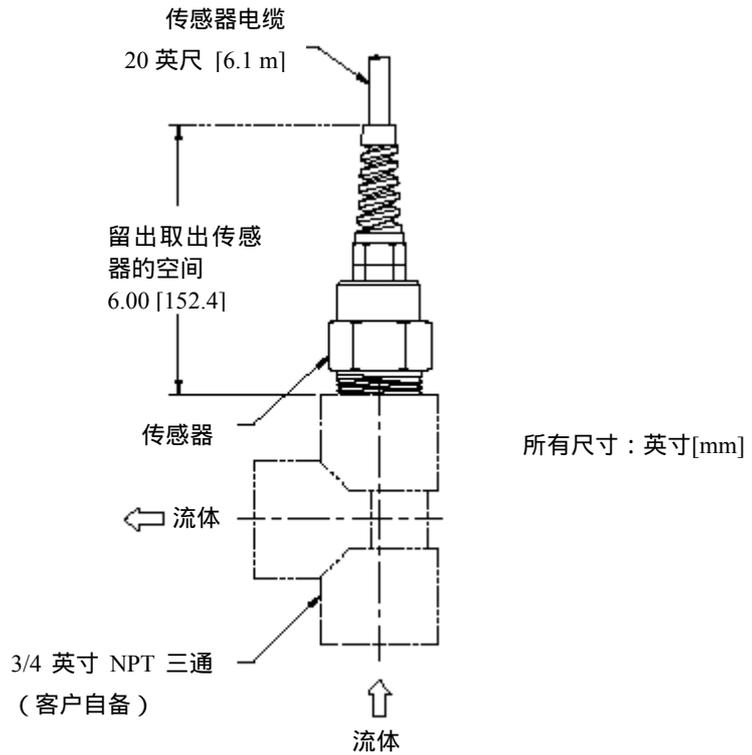

图 2-3 用三通将传感器安装到管道
1. 参考图 2-3，将一个适当尺寸（1/2~2 英寸）的 316 不锈钢管道三通安装到过程管道。**推荐：**使用 3/4 英寸管道三通。如果必要的话，将一个对应尺寸的减压器拧入管道三通。